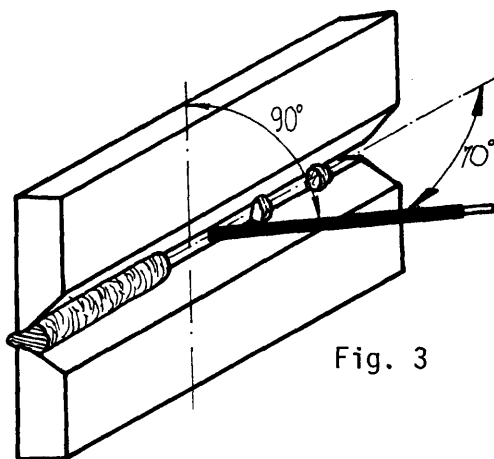

Fig. 3
- a Incline el electrodo (fig. 3).